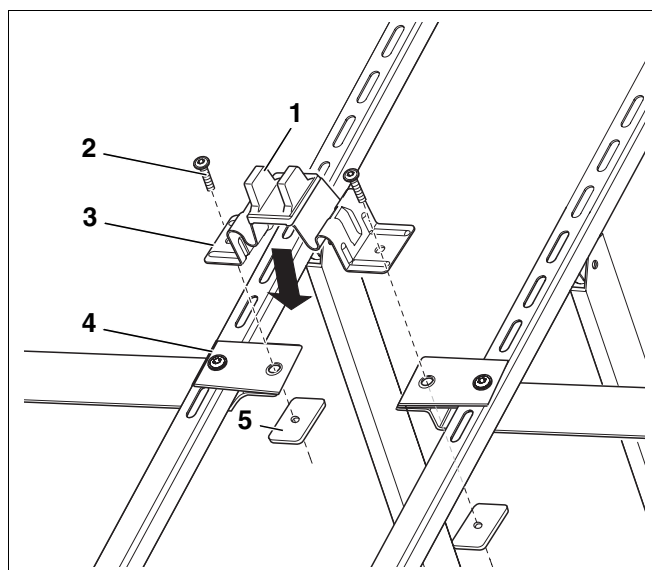
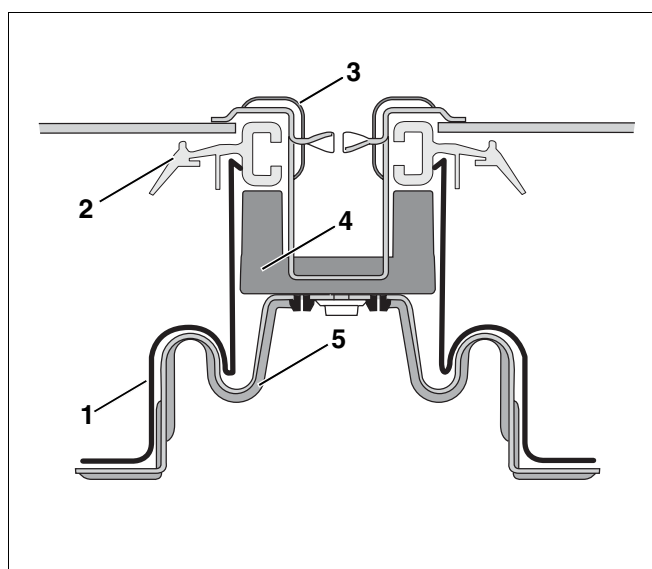

Fig. 29 Montar el puente del soporte del colector
Fig. 30 Esquema de los dispositivos de sujeción del colector con dispositivo de apriete doble
- ▶ Coloque el puente del soporte del colector centrado (fig. 29) sobre los extremos de las bandas complementarias.
- ▶ Atornille el puente del soporte del colector (fig. 29, **pos. 3**) y las bandas complementarias (fig. 29, **pos. 4**) utilizando placas roscadas (fig. 29, **pos. 5**) y tornillos de cabeza semiesférica M8 x 16 (fig. 29, **pos. 2**).
Preste atención a que las almenas altas del distanciador giratorio (fig. 29, **pos. 1**) utilizadas para el apoyo del marco (fig. 30, **pos. 2**) estén colocadas en posición paralela a los perfiles guía de los apoyos de los colectores.